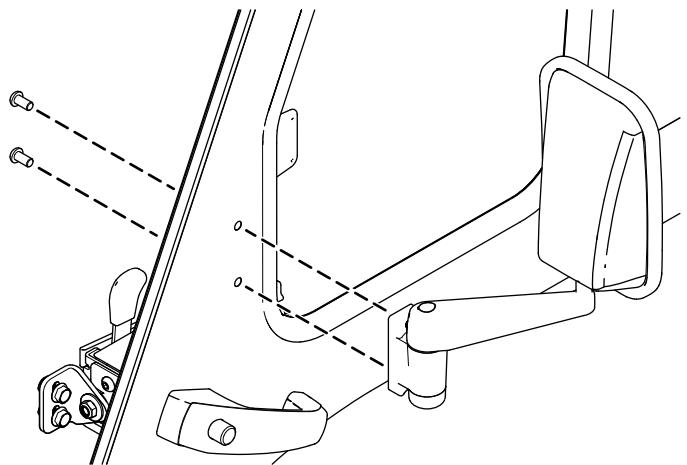

Figura 4
2. Fije el retrovisor a la puerta con 2 tornillos Torx ((M8 x 16 mm), tal y como se muestra en la Figura 4).